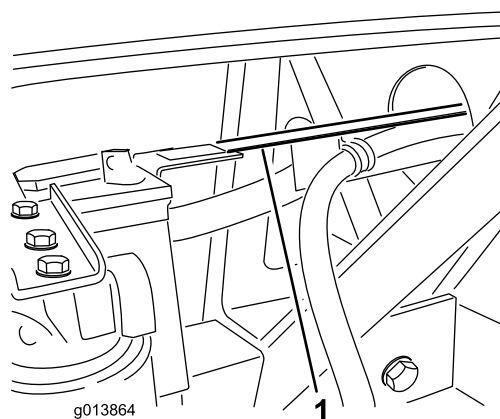

Figura 10
34. O guia de tubos deve assentar na parte superior da aba da perna vertical do tabuleiro da bateria (Figura 10). Se os furos no guia de tubos não corresponderem aos furos na aba do tabuleiro da bateria, o comprimento do guia de tubos pode ser ajustado desapertando os parafusos que prendem o guia de tubos ao suporte do depósito hidráulico e deslizando o guia de tubos para a frente ou para trás, como necessário.
35. Ligue o guia de tubos à aba do tabuleiro de bateria utilizando dois parafusos ($\frac{1}{4} \times \frac{3}{4}$ pol.) e porcas de bloqueio flangeadas (Figura 10).